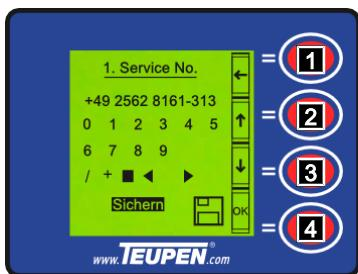

Abb. 93
4. Mit den **[Funktionstasten]** (Abb.93/2 und 3) den Cursor auf "Save" stellen.
5. Mit der **[Funktionstaste]** (Abb.93/4) die Einstellungen speichern.
6. Mit der **[Funktionstaste]** (Abb.93/1) zurück in das Menü **[Einstellungen]** springen.